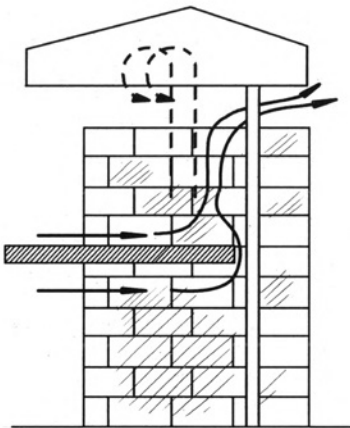

Рис. 74. Установка зонти и направление тяги
8. Боковые стороны зонта вырежьте из медного (стального) листа, отогните края на 10 мм и приклепайте к крыше, отступив 150 мм от наружных кромок, и несущим трубам, расплющив их сверху. Металлический лист, который будет крышей, согните, используя боковины как шаблон. Расстояние между импровизированным коньком и передним краем должно составлять 50 см. Обратите внимание на то, что зонт имеет асимметричную форму. Плиту не следует придвигать вплотную к задней стенке. Наличие щели и особая форма зонта необходимы для того, чтобы камин меньше дымил (рис. 74).